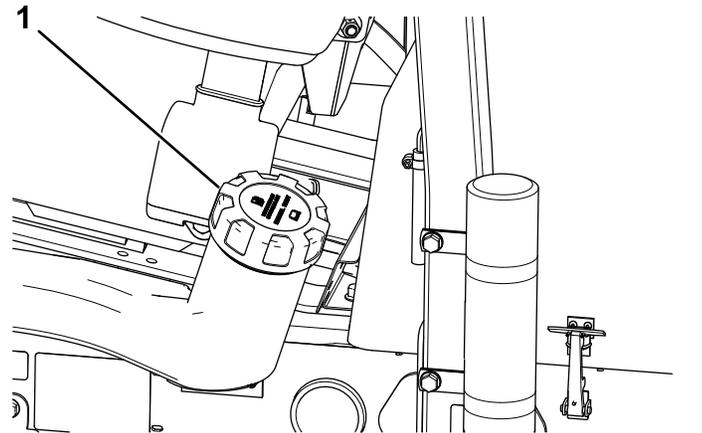

図 38
1. 燃料タンクのキャップ 図 38 の周囲をきれいに拭く。